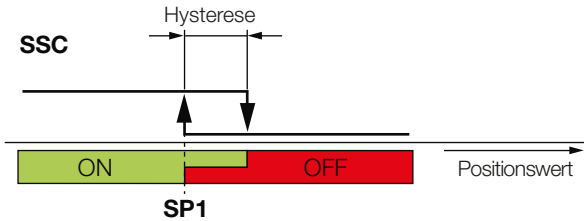

Bild 6-2: Beispiel für die Präsenzerkennung im Einzelpunkt-Modus
- Einzelpunktmodus (*single-point mode*, Bild 6-2): Wert: 1